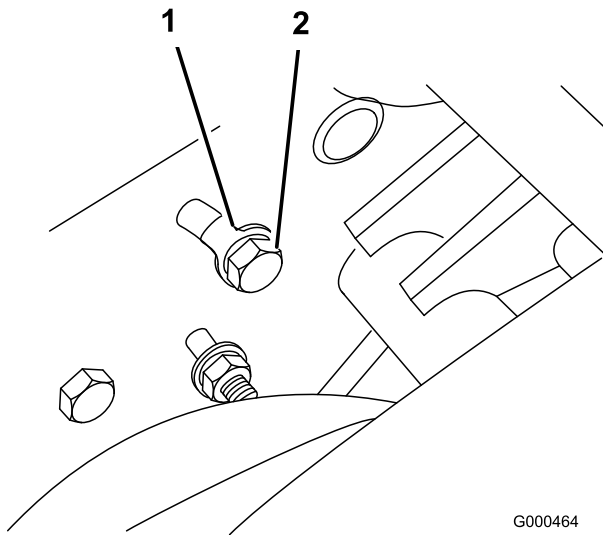

図 40
- A. サイド・プレートの裏側でアイドラ・ブラケットをサイド・プレートに止めているボルト (図 40) をゆるめる。